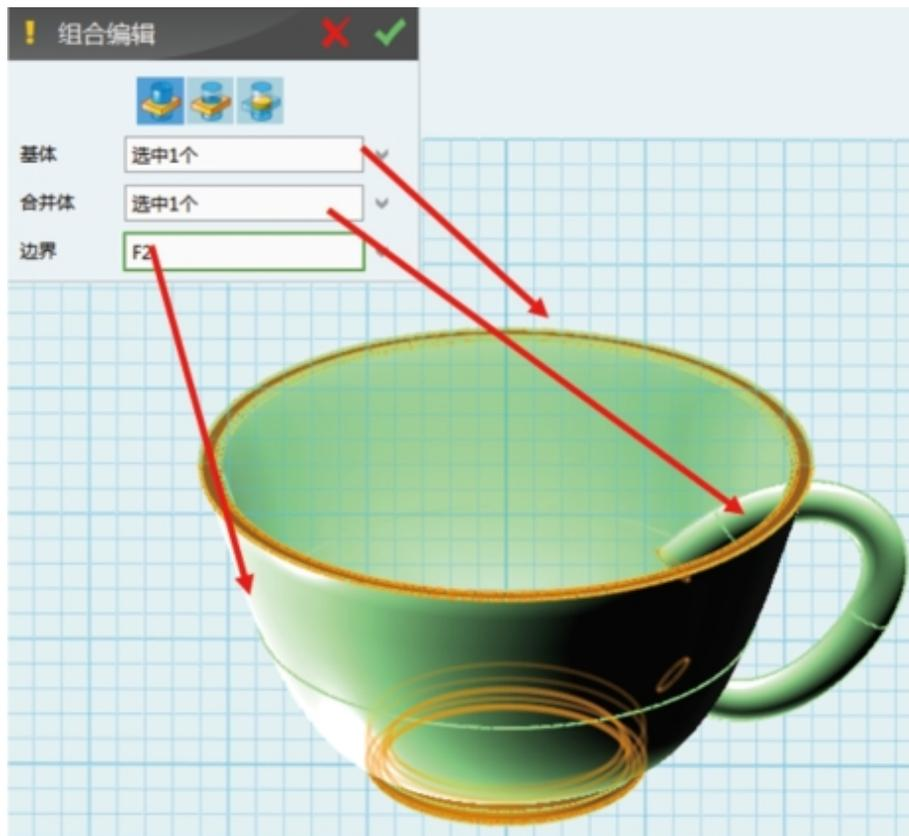

图7-2-24 组合编辑设置
⑬加运算组合完成茶杯设计。在软件左侧工具栏上单击“组合编辑”, 选择组合方式为“加运算”; 选择杯体为基体, 杯柄为合并体, 杯体外表面为边界, 如图7-2-24所示。